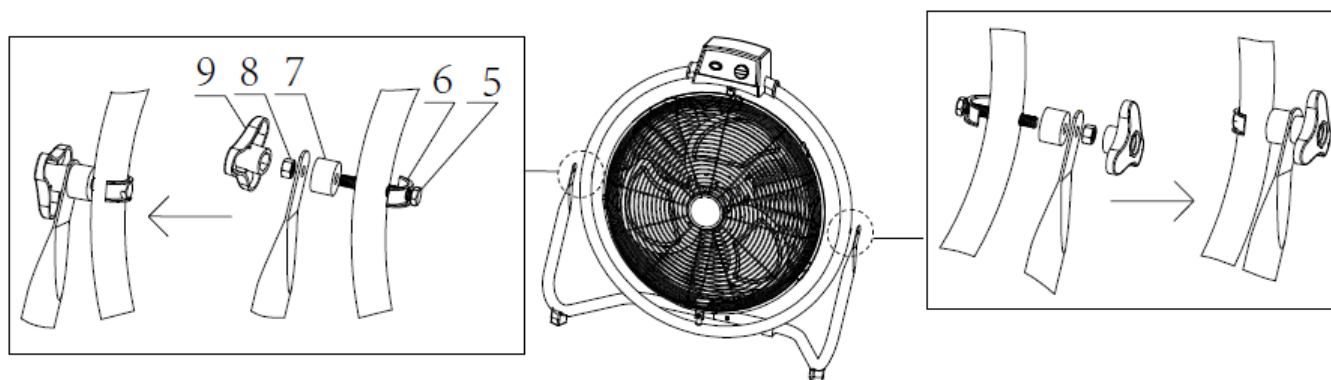

Fig. 2
Finn skruerullet på venstre side av ringen. Fest ringen og venstre støtte ved hjelp av den lange skruen (5), U-stator (6), støtsikring (7) og mutter (8). Du kan enkelt vri på mutteren ved hjelp av dreiemekanismen (9). Følg riktig rekkefølge på monteringen som vist i Fig. 2.